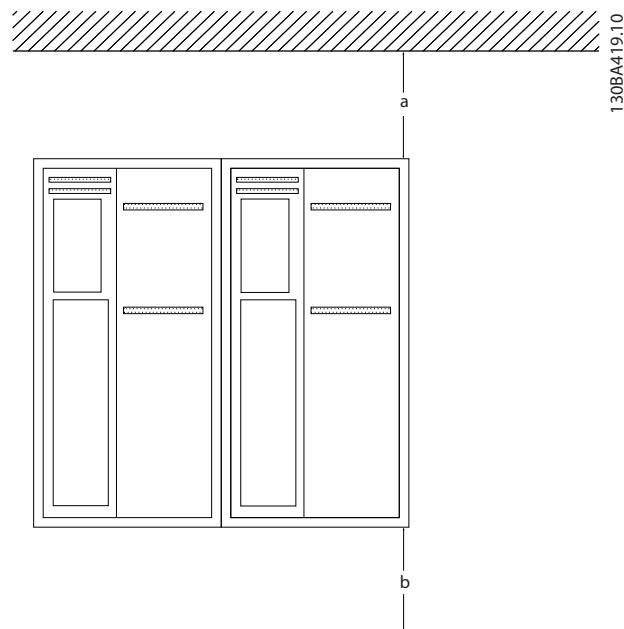

图 2.1 顶部和底部冷却间隙
- 顶部和底部须留出空气冷却间隙。间隙通常须达到 100–225 毫米 (4–10 英寸)。有关间隙要求,请参阅 图 2.1